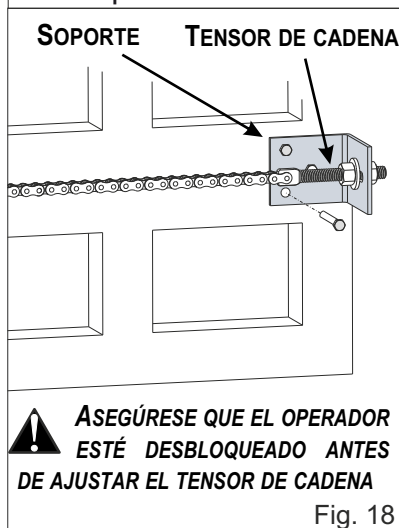

Fig. 18
8.1. Fijar dos soportes resistentes en las dos extremidad de la cancela para enganchar la cadena (Fig. 18)
8.2. Instalar un tensor de cadena en cada soporte para ajustar la tensión de la cadena (Fig. 18)